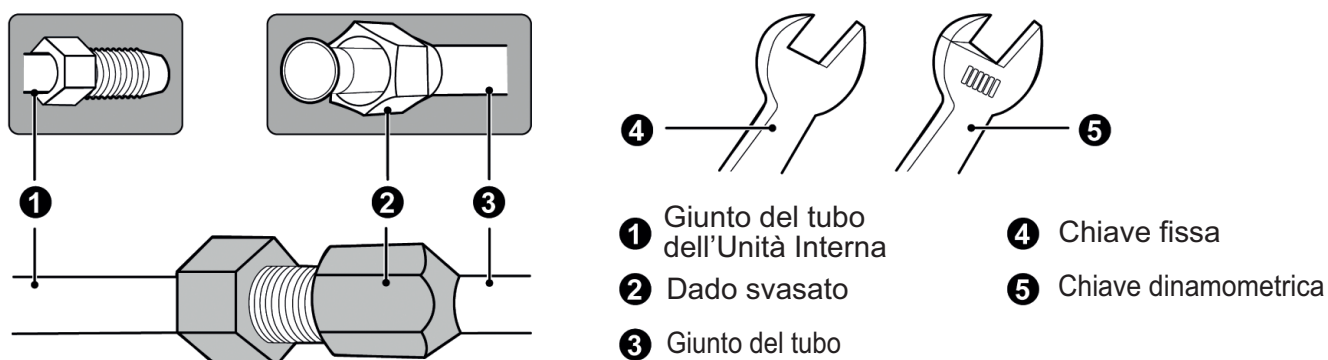

Fig. 4.2
- (1) Serrare a mano il dado svasato sul tubo in rame al centro del giunto, come mostrato in Fig. 4.2.
- (2) Serrare il dado svasato con una chiave dinamometrica.